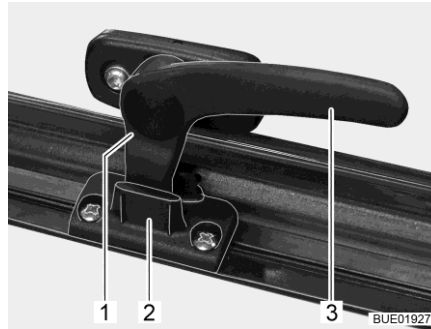

Fig. 13 Levier de verrouillage en position "Aération permanente"
- En position "Aération permanente" (Fig. 13)
- Tourner le levier de verrouillage (Fig. 13,3) d'un quart de tour vers le centre de la fenêtre.
- Tourner le levier de verrouillage d'un quart de tour vers le cadre de la fenêtre. Le tenon de verrouillage (Fig. 13,1) doit pénétrer alors dans le logement prévu à cet effet dans le verrouillage de fenêtre (Fig. 13,2).